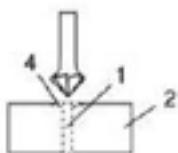

Fig.6
4. Agrandar el orificio (1) en la pieza exterior (2) de modo que tenga el mismo tamaño que la porción lisa del vástago del tornillo (Fig. 6).
5. Si usa un tornillo de cabeza plana, contra-hunda el orificio (4) de modo que la cabeza del tornillo quede a ras con la superficie cuando esté totalmente encajada en su lugar.